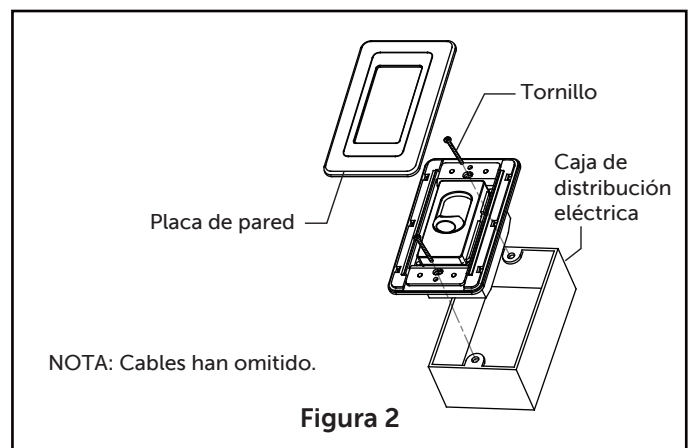

Figura 2
- Fije la unidad del control de pared en la caja de conexiones utilizado los dos tornillos suministrados. Entonces, la placa de pared une el control de pared. (Figura 2)